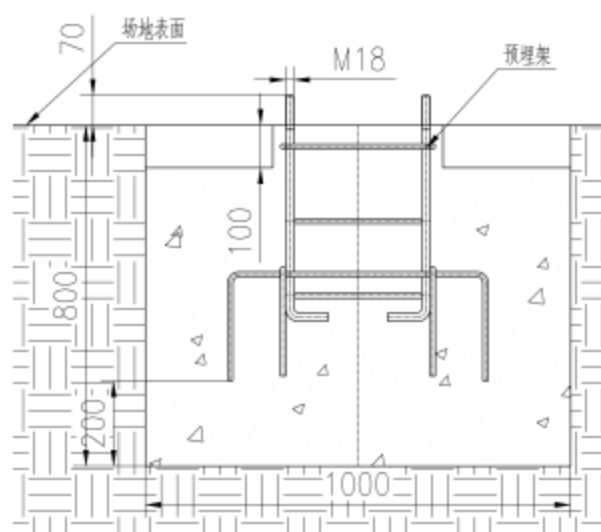

图5
4) 向混凝土基坑中浇筑混凝土，浇筑至距场地表面100mm处（如图5）；